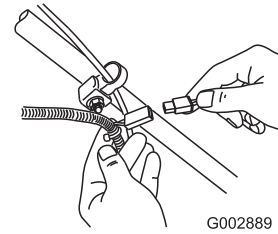

Figure 21
1. Branchez le chargeur au faisceau de câblage situé sous la clé de contact (Figure 21).